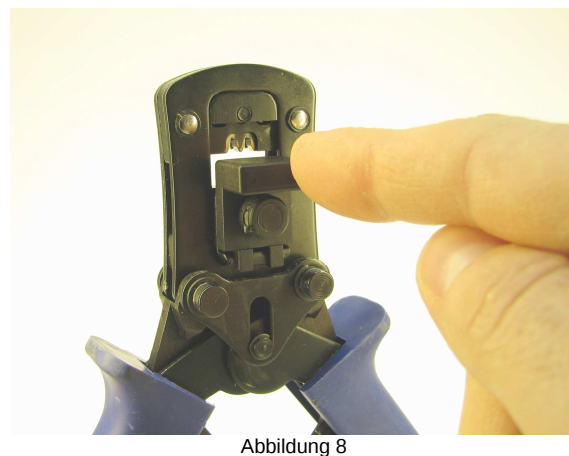

Abbildung 5
1. Um die Kontakte einlegen zu können, muss die Kontaktaufnahme nach vorne geschwenkt werden (siehe Abbildung 5).